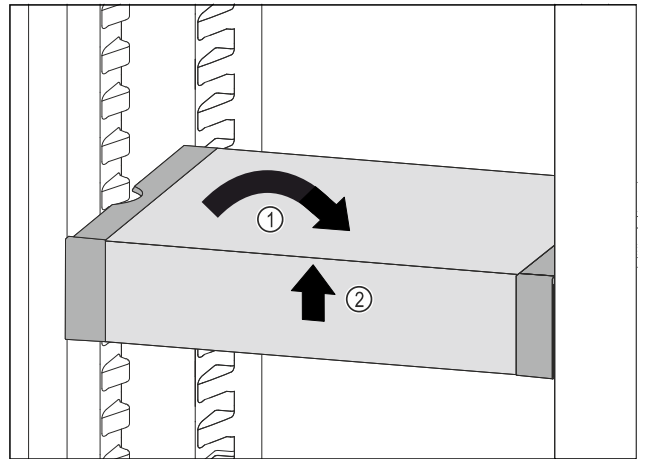

Fig. 83
- VarioSafe gerade stellen. Fig. 83 (1)
- VarioSafe vorne anheben. Fig. 83 (2)